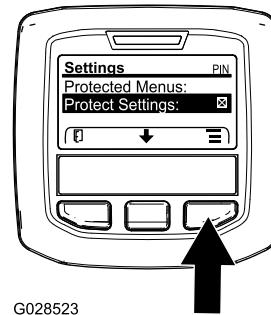

Figure 10
- Dans le MENU PRINCIPAL, appuyez sur le bouton central pour naviguer jusqu'au menu RÉGLAGES, puis appuyez sur le bouton droit (Figure 10).